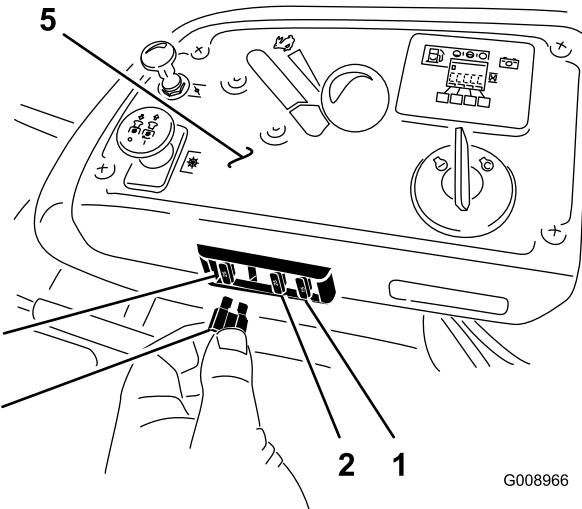

Figura 56
Los fusibles están situados en la consola, a la derecha del asiento (Figura 56).
2. Instale un fusible nuevo (Figura 56).